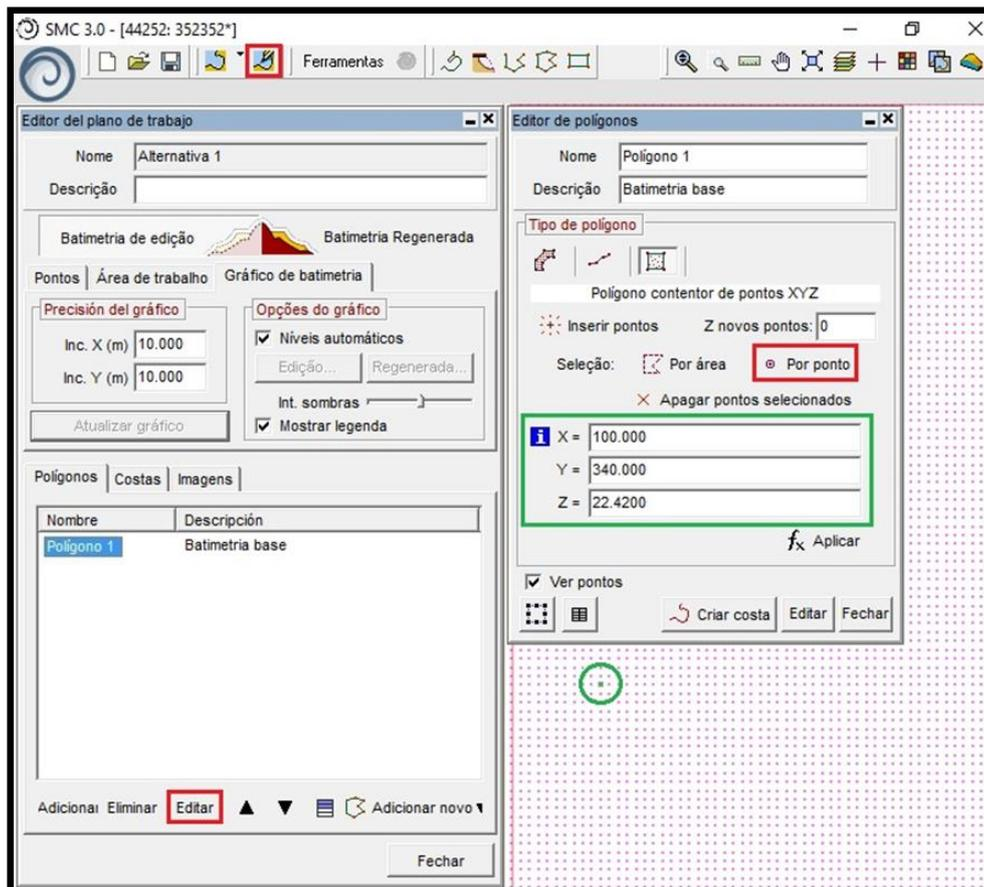

Figura 3 – Visão do Editor do plano de trabalho e Editor de polígonos.
- 3) Para visualizar os valores dos pontos da batimetria, abrir o "Editor do plano de trabalho", onde aparecerá na aba "Polígonos" o "Polígono 1", com os dados da batimetria. Para visualização dos valores das cotas de batimetria é necessário abrir a aba "Editor de polígonos", clicando no botão "Editar". Na janela de edição clicar em Seleção "Por Pontos" e em seguida clicar no ponto que se deseja visualizar os valores (Figura 3). Fechar;